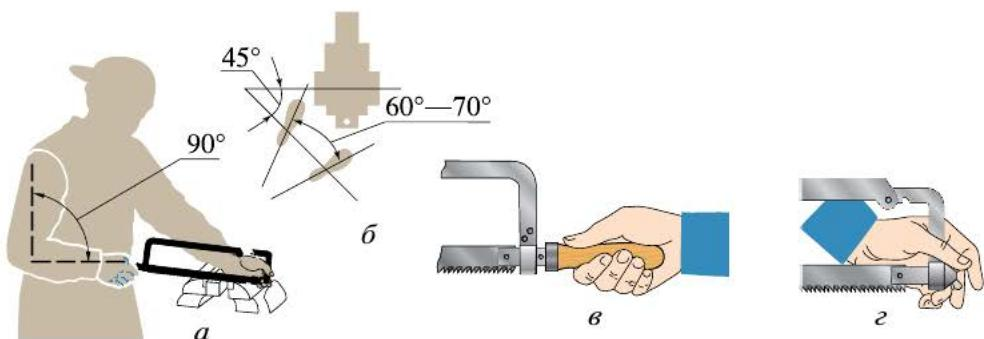

Рис. 5.27. Рабочее положение при резании слесарной ножовкой:
1. Перед началом работы нужно установить высоту тисков по росту или использовать ростовую подставку. Затем закрепляют заготовку. Рабочая рука с установленной на заготовке ножовкой должна быть согнута под прямым углом (рис. 5.27, а).
2. Перед тисками встают вполоборота по отношению к губкам тисков или к оси разрезаемой заготовки. Корпус разворачивают влево от тисков под углом 45° (рис. 5.27, б). Ногу, соответствующую нерабочей руке (левую — для правшей, правую — для левшей), ставят на полшага вперёд и переносят на неё центр тяжести. Поворачивают другую ногу по отношению к ней на угол $60—70^\circ$.
3. Ручку ножовки обхватывают пальцами рабочей руки, большой палец кладут сверху, конец ручки должен упираться в ладонь (рис. 5.27, в). Нерабочей рукой держат рамку, как показано на рисунке 5.27, г, четырьмя пальцами обхватывают гайку-барашек и натяжной винт.